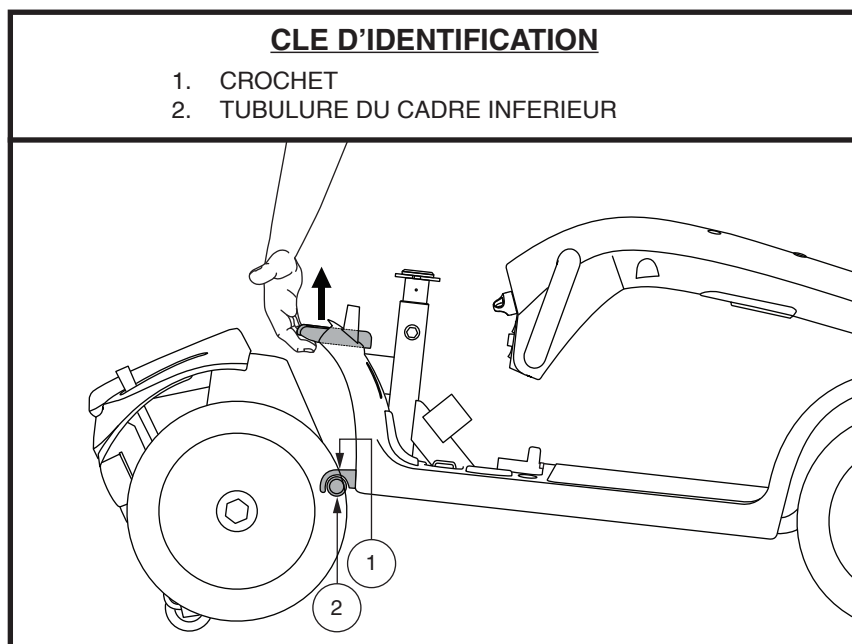

Figure 26 Levier de blocage du cadre
Voir la figure 26.
1. Positionnez les sections. **Voir la figure 26.**